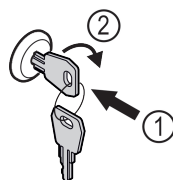

Fig. 58 Représentation à titre d'exemple
- Insérer la clé Fig. 58 (1).
- Tourner la clé à 90° dans le sens horaire Fig. 58 (2).